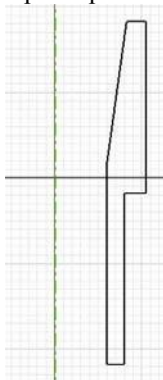

Рисунок 2.5 – Эскиз наконечника
- Команда построения отрезков еще активна, поэтому сразу добавляем остальные линии, как показано на рис. 2.5. При построении последних, следите за их перпендикулярностью (параллельностью) по отношению к первой линии. При построении замыкающей линии следите за тем, чтобы контур эскиза получился замкнутым.